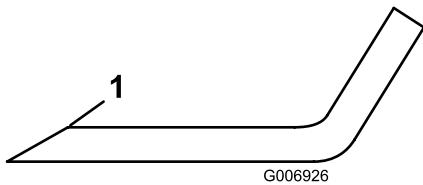

Figure 16
- Examinez les tranchants de toutes les lames. aiguissez-les s'ils sont émoussés ou ébréchés. N'aiguissez que le haut du tranchant et conservez l'angle de coupe d'origine pour obtenir une coupe nette (Figure 16). Limez la même quantité de métal sur chacun des deux tranchants pour ne pas déséquilibrer la lame.